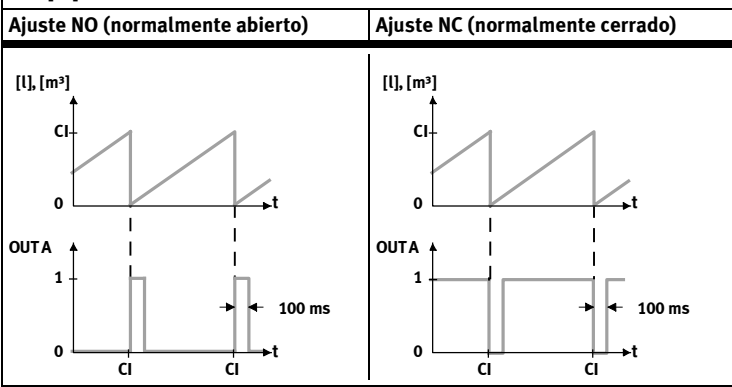

Fig. 10
- Para medición acumulativa del consumo de aire [Cons] sólo con Out A, pulso de conmutación de consumo [CI] → Fig. 10.